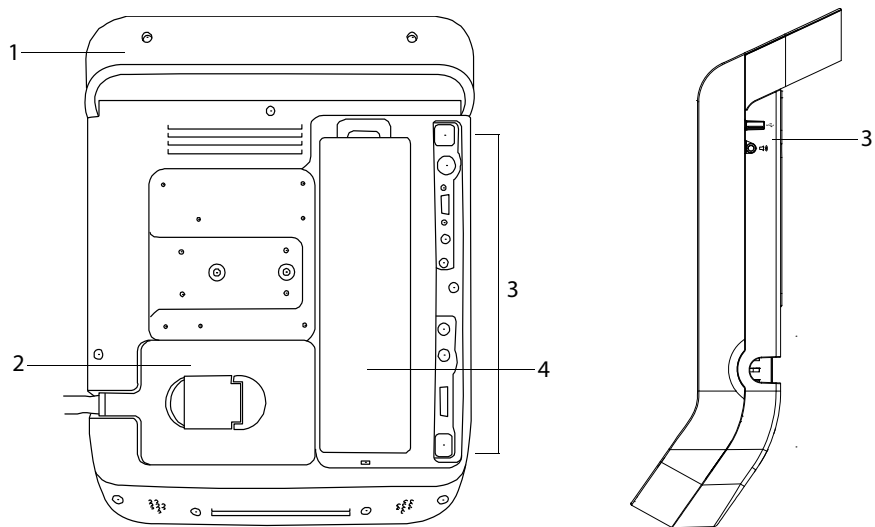

Рис. 1.1 Задняя (слева) и боковая (справа) панели системы:
- 1 Подсоедините кабель питания постоянного тока от блока питания к разъему питания системы. См. Рис. 1.1 на стр. 2.
❖ Вставьте USB-устройство хранения в USB-порт системы. См. Рис. 1.1 на стр. 2.